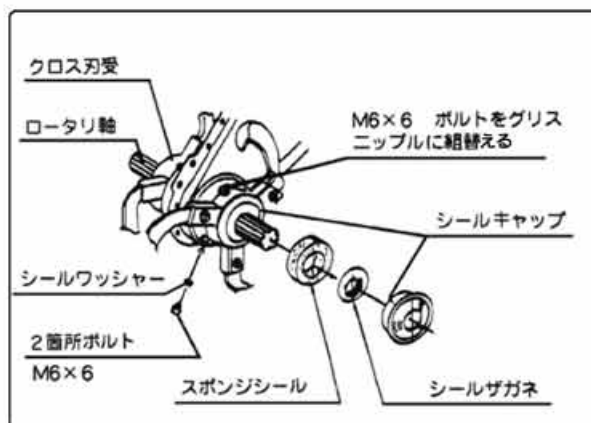

図42
- ②クロス刃受のフランジ部2ヶ所のボルト（M6×6ℓ）を外し、1ヶ所にグリスニップル（付属部分）を取付けてください。（図42）
- ③グリスポンプでグリス（シャーシグリスは、やわらかい物）を給油してください。
- ④グリスニップルを取外し、ボルト（M6×6ℓ）左右各2本のボルトを締付けてください。（図42）